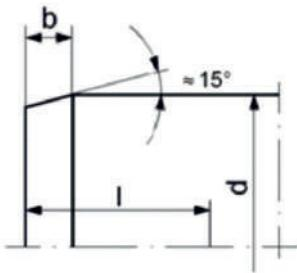

Рисунок 10.
- Отрезать трубу под прямым углом к оси с помощью ножниц или трубореза. Удалить заусенцы ножом или специальным приспособлением. Снять наружную фаску с трубы под углом приблизительно 15° (как изображено на рис. 10) на длину, указанную в таблице 12 (столбец 2).